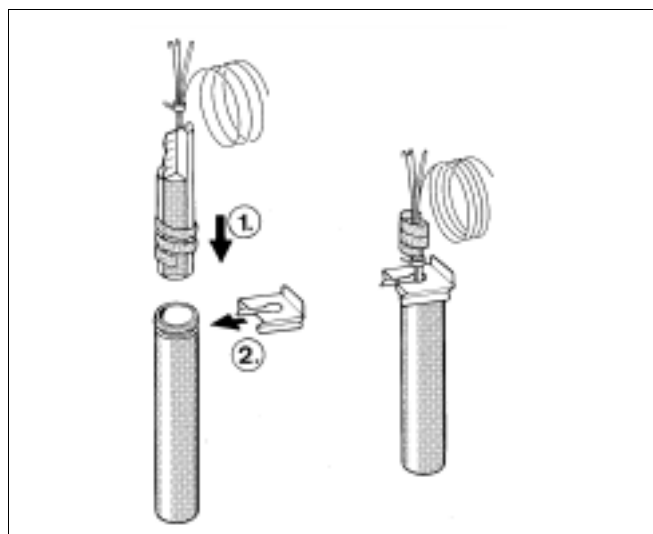

Рис. 4 Принципиальная схема
- Пластмассовая спираль, обхватывающая датчик, автоматически сдвигается при установке назад (рис. 4).
Чтобы обеспечить контакт между гильзой и поверхностями датчиков и, таким образом, обеспечить точную передачу температуры, нужно между датчиками вставить выравнивающую пружину (рис. 4).
- Фиксатор датчика вставить сверху или сбоку на оголовки гильзы (рис. 4).